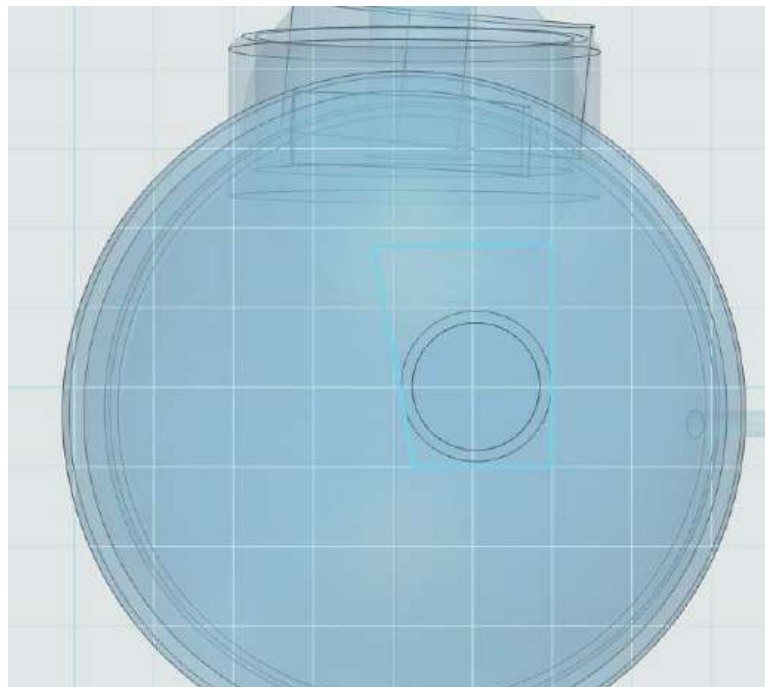

图 1-36
Step 36 点击下试图, 选择多段线命令, 绘制一个四边形(梯形), 如下图 1-36 所示: